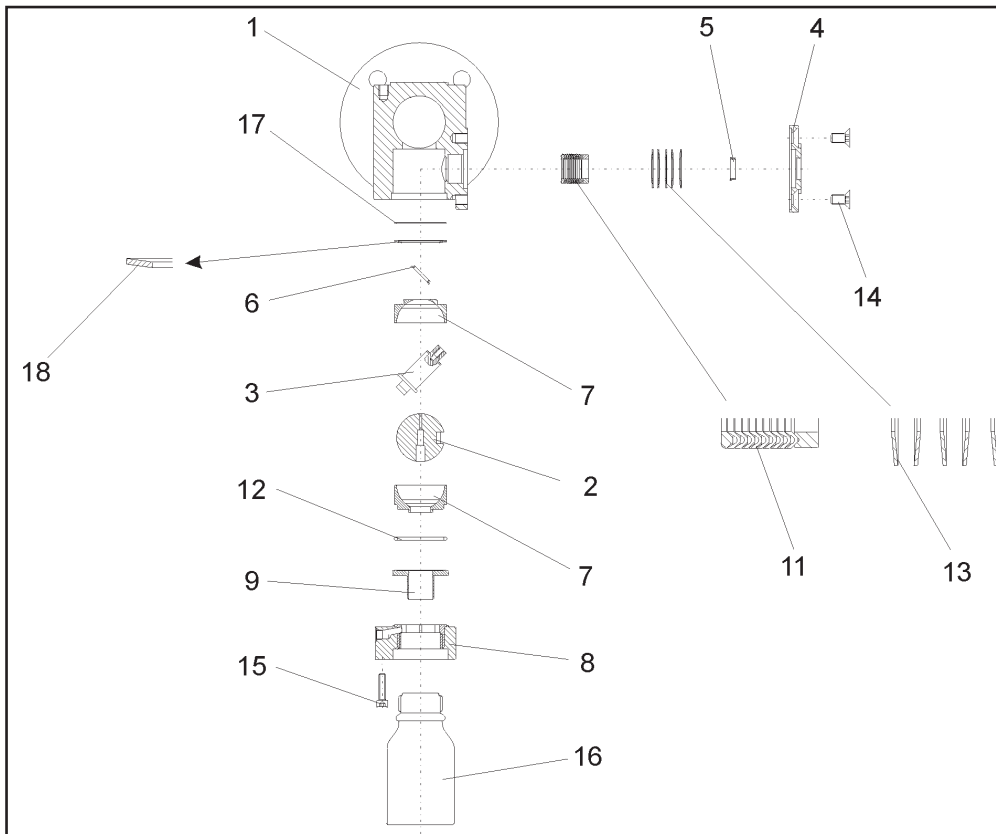

Bild 3 - Explosionszeichnung des Probenehmerhahns BR 27c
Die Dichtscheibe (17) und die Tellerfeder (18) werden in das Gehäuse eingelegt. Die Lage der Tellerfeder ist der Explosionszeichnung (Bild 3) zu entnehmen. Die Lagerbuchse (6) zur späteren Lagerung der
Die PTFE - Dachmanschettenpackung (11) wird in der Reihenfolge PTFE-Grundring, PTFE-V-Ringe und Stahl-V-Ring zusammen in die Gehäusebohrung eingefügt. Anschliessend wird der Tellerfedersatz (13) eingebracht. Die Anordnung der Dachmanschetten sowie der Tellerfedern ist der Explosionszeichnung (Bild 3) zu entnehmen. Die Senkschrauben (14) werden eingefettet. Die Stopfbuchse (4), vormontiert mit der Lagerbuchse (5) wird aufgesetzt und mit den Senkschrauben justiert. Anschliessend werden die Schrauben gleichmässig und wechselseitig angezogen.